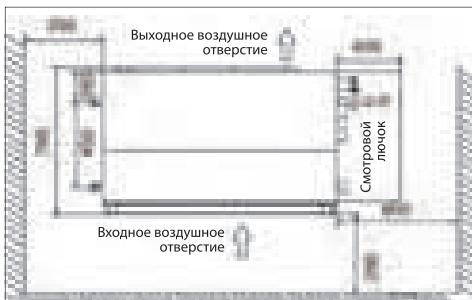

Рис. 1
- Должно обеспечиваться достаточно свободное пространство, не мешающее циркуляции воздуха, а со стороны выброса воздуха внутренним блоком не должно быть препятствий (рис. 1).